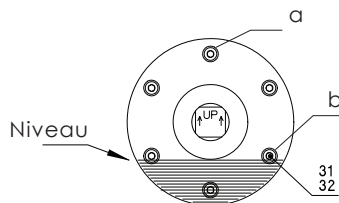

Fig. 3a
5. Vul de trommelmotor opnieuw met de juiste hoeveelheid en soort olie. Het olieniveau bevindt zich dan net onder bout **b** (zie Fig. 3a).